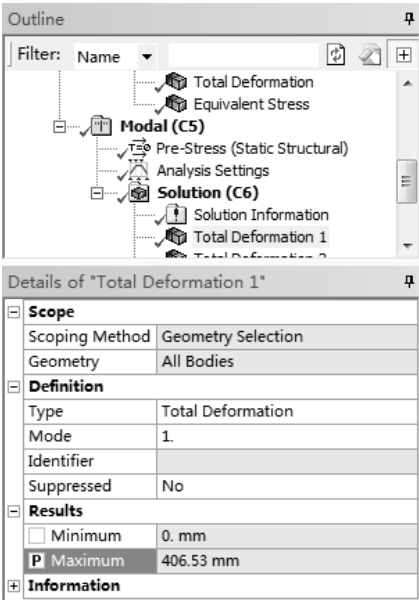

图 12-42 设置最大变形量为目标函数
1) 在【Outline（分析树）】中选择【Solution（C6）】节点下的【Total Deformation 1】选项，在详细设置窗口中选中【Results】选项下的【Maximum】，使其前面显示为 P，设置最大变形量为目标函数，如图 12-42 所示。